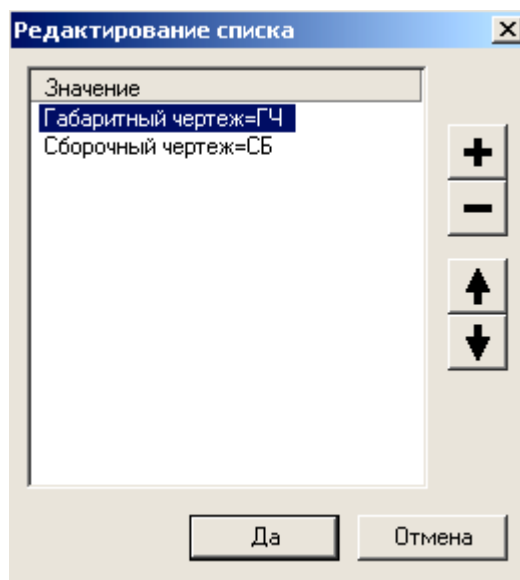

Рисунок 9.10
2. В диалоге **Редактирование списка** (см. Рисунок 9.10) добавьте новый вид документа нажатием на кнопку .